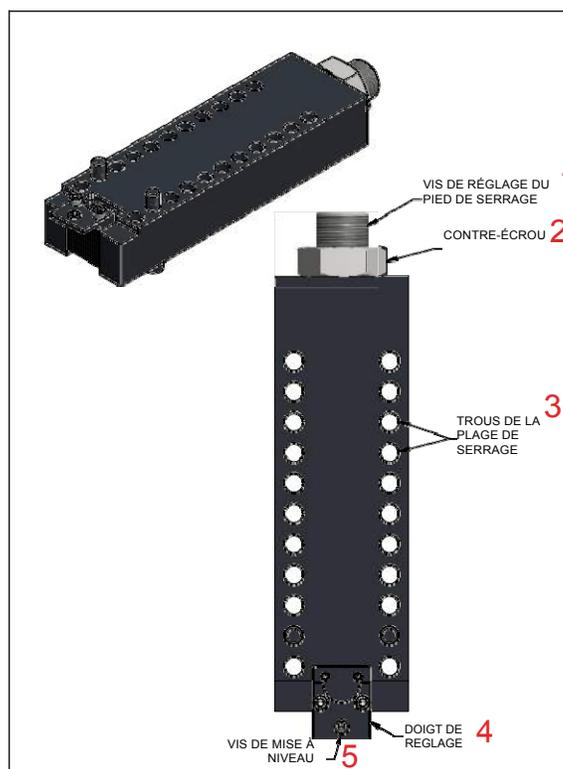

FIGURE 3-6. COMPOSANTS DES PIEDS DE SERRAGE DE LA FF3600
2. Si le diamètre de la pièce usinée est inférieur à 36,5 po (927 mm) , attacher les pattes de fixation au pied de serrage comme indiqué à la Figure 3-6.